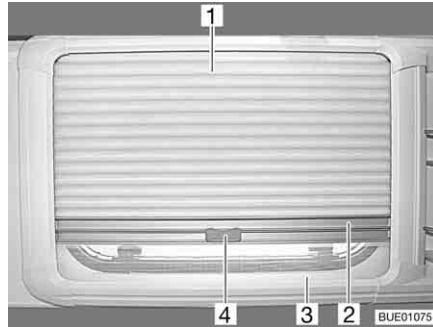

Bild 52 Överkantshängda fönster
- Ta tag i mitten på plisségardinens (Bild 52,1) list (Bild 52,2) och drag den uppifrån och ner och släpp den vid önskad höjd. Plisségardinen stannar på denna höjd.
- Drag, med handtaget (Bild 52,4) upp insektsnätet (Bild 52,3) tills det stöter mot plisségardinen (Bild 52,1).
- Drag i handtaget (Bild 52,4) på insektsnätet.